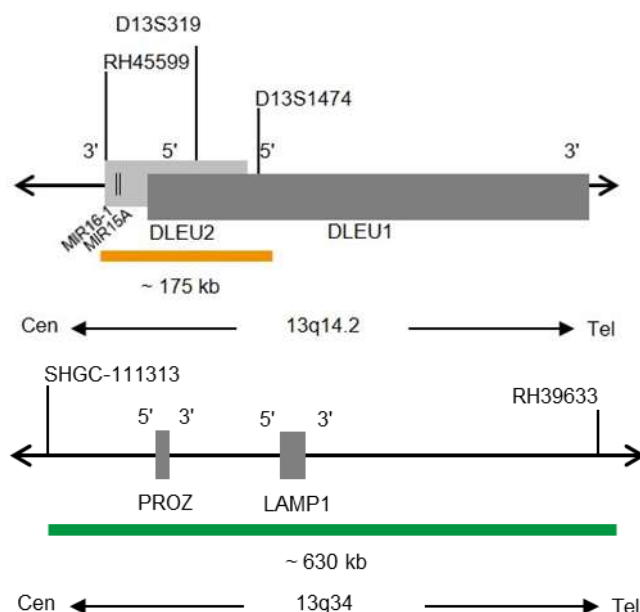

Fig. 1 : En haut : carte des sondes SPEC D13S319, en bas : Carte des sondes SPEC 13q34 (pas à l'échelle)
- Polynucléotides marqués au ZyOrange (excitation 547 nm/émission 572 nm) (~4,5 ng/μl), qui ciblent des séquences cartographiées en 13q14.2* (chr13:50,607,438-50,781,256) hébergeant la région du gène D13S319 (voir figure 1).
- Polynucléotides marqués au ZyGreen (excitation 503 nm/émission 528 nm) (~10,0 ng/μl), qui ciblent une séquence de 13q34* (chr13:113,691,216-114,323,467) (voir figure 1).